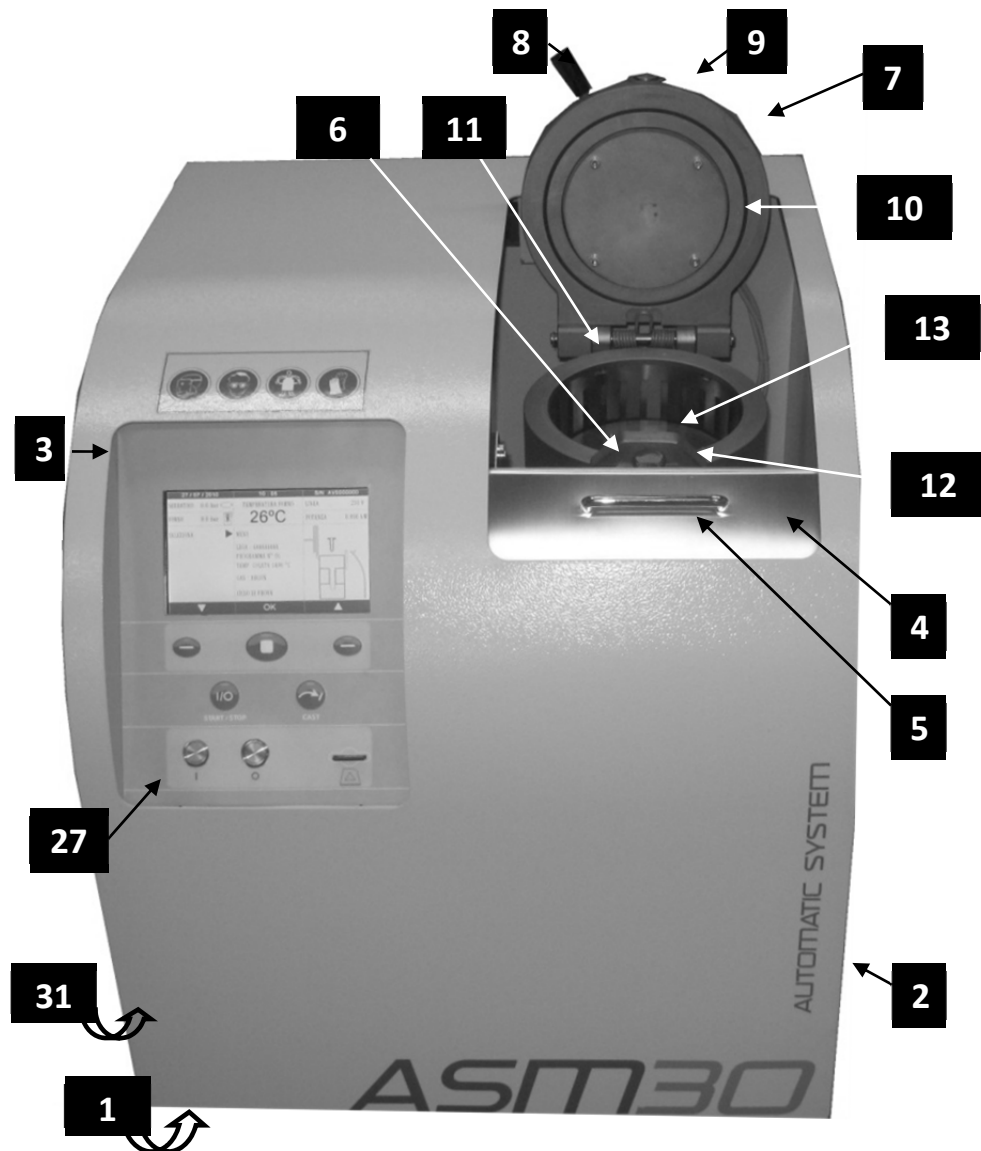

Fig. 1
- Un armazón, que soporta las demás piezas (Pos.1 Fig.1).
- Un mueble (Pos.2-Fig 1), extraíble, dotado de una puerta lateral (Pos.3-Fig.1), que permite la inspección de los componentes eléctricos y neumáticos y de una puerta superior (Pos.4-Fig.1), que protege al operador durante el ciclo automático.
- Un horno (Pos.6, Fig.1) dotado de tapa con cierre (Pos.7, Fig.1).
En la parte anterior izquierda del mueble, se encuentra el panel de mandos (Pos. 27, Fig 1) que comprende las tarjetas electrónicas, los pulsadores de marcha y parada, los mandos para la gestión de las funciones, la pantalla en color y la toma para la conexión con la SD:
El cierre de la puerta (Pos. 4, Fig. 1) es una condición necesaria para dar inicio a la fase de colado y de presurización.